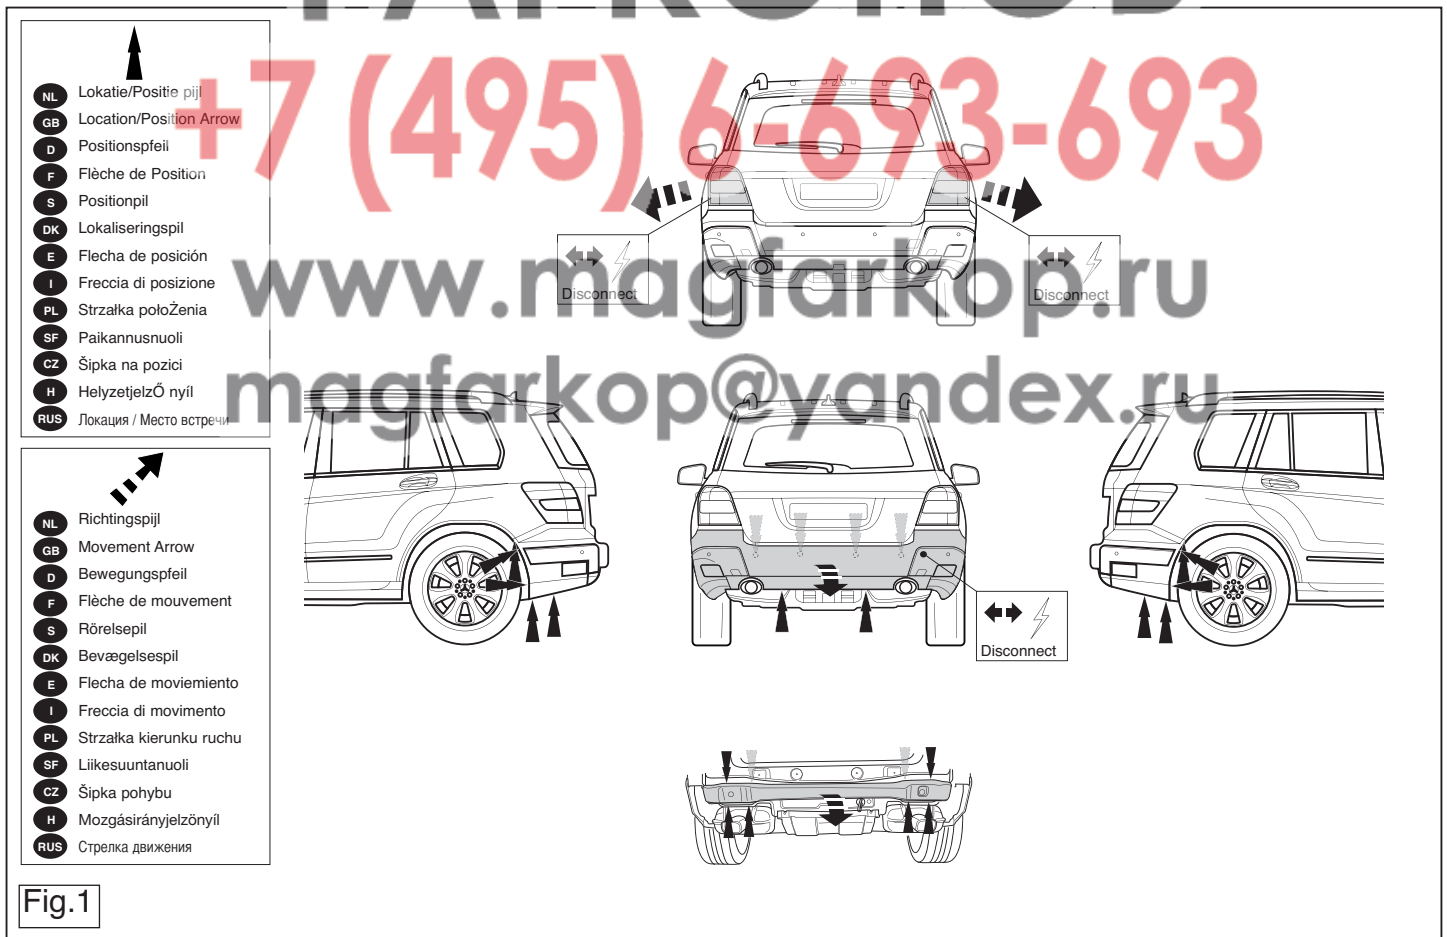

Fig.1
3. Remove the bumper and the steel buffer beam from the vehicle. The buffer beam will no longer be needed. See figure 1.
3. Die Stoßstange einschließlich des stählernen Stoßbalkens vom Fahrzeug abmontieren. Der Stoßbalken wird nicht mehr benötigt. Siehe Abbildung 1.
13. Den angegebenen Teil mit Hilfe der Schablone aus der Stoßstange heraus schneiden. (Schablone außen auf der Stoßstange anlegen). Siehe Abbildung 1.
3. Déposer le pare-chocs du véhicule y compris la traverse en acier la traverse ne sera plus utilisée. Voir la figure 1.